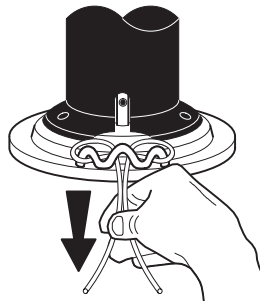

Рис. 12
6. Удостовериться, что концы корда имеют одинаковую длину (Рис. 12).